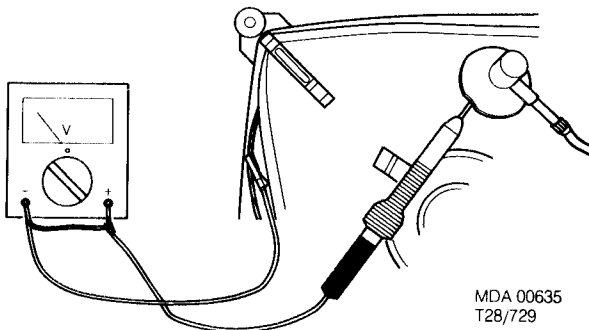

Fig. 1
3. Um Beschädigungen an integrierten Schaltungen Dioden, Transistoren usw. zu vermeiden, sind Hochspannungsüberschläge unbedingt zu vermeiden. Damit die Bildröhren keinen Schaden nimmt, muss beim Entladen die in Bild 1 dargestellte Methode angewandt werden. Es sind eine Hochspannungssonde und ein Universalmessgerät einzusetzen (Stellung DC-V)